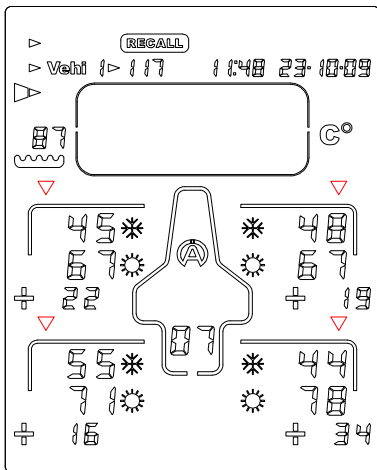

Figure 11
5) Pressez le bouton  ou  : le Tyrecontrol affiche la 2ème phase de données, c-à-d les températures extérieures des pneus, avant  et après  course + les écarts (figure 11)